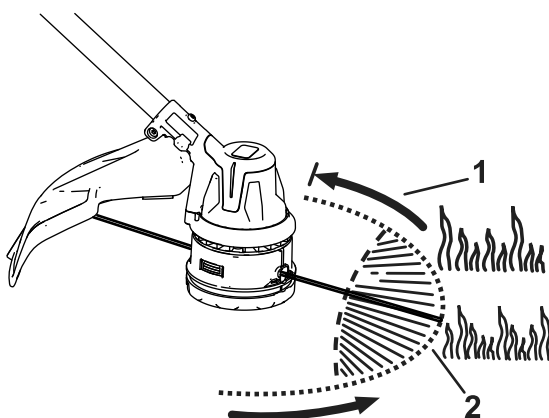

Figur 13
1. Trykk inn på sidene av spennen (A av Figur 13).
2. La spennen koble fra (B av Figur 13).